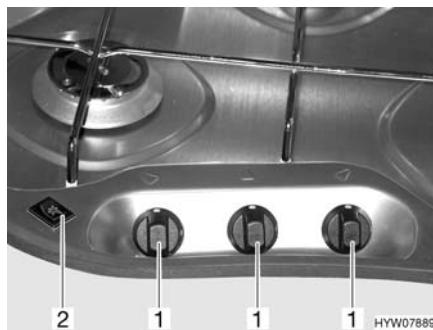

Fig. 105 Elementi di comando del fornello a gas
- ▶ Nei fornelli a gas senza accensione elettronica, non è presente il rispettivo interruttore a bilico (Fig. 105,2).
- Ruotare il pomello girevole (Fig. 105,1) dell'impianto a fiamma libera desiderato in posizione accesa (fiamma alta).
- Accensione elettronica: Premere l'interruttore a bilico (Fig. 105,2). Sul bruciatore vengono prodotte scintille.